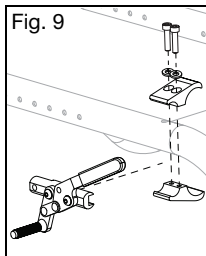

Fig. 9
3. Ajuste la abrazadera a lo largo del chasis para lograr que el seguro de la rueda trabaje bien el neumático y detenga cualquier movimiento. Ver Fig. 9.